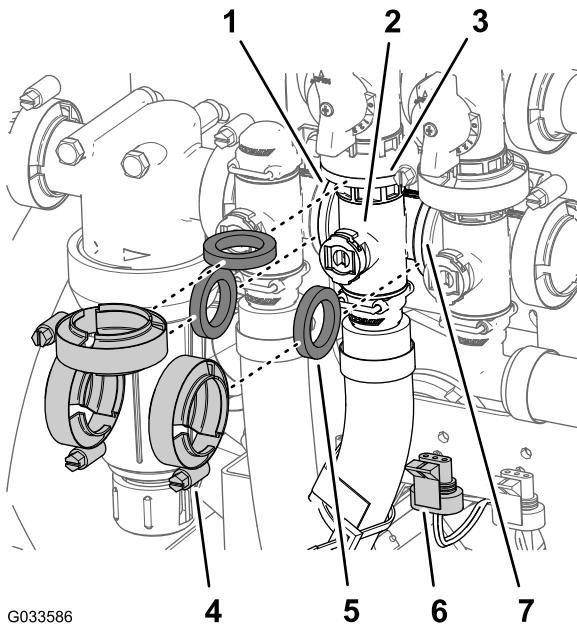

Figura 115
1. Retire as três braçadeiras de flange e as três juntas que fixam o coletor da válvula de agitação (Figura 115) à válvula de derivação de agitação, válvula de controlo de aplicação e válvula da rampa principal.